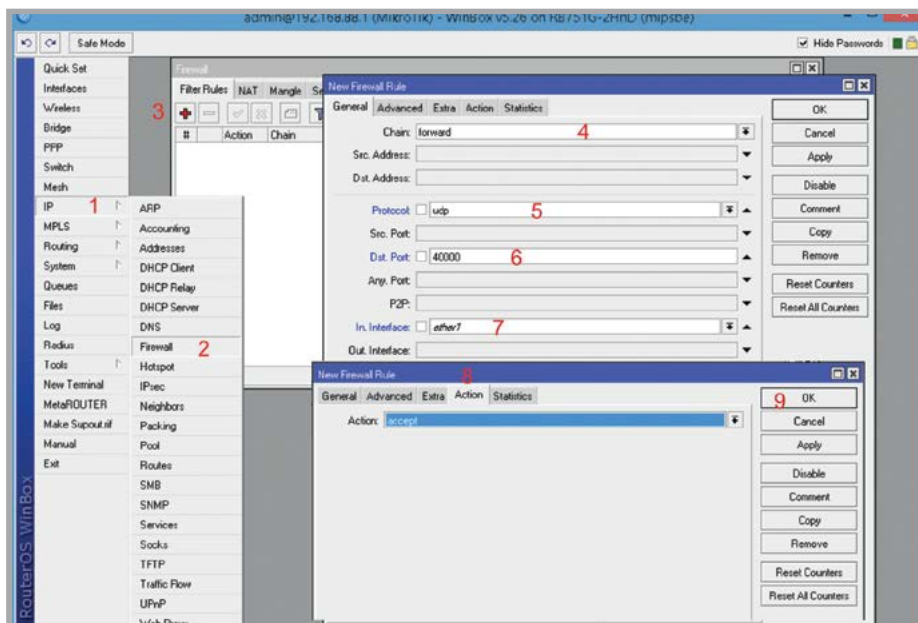

Рис. 16. Правила файрвола
1. Открываем меню **IP** (рис. 16).